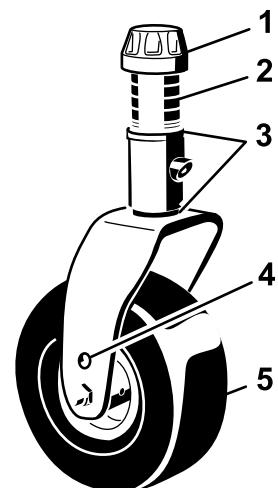
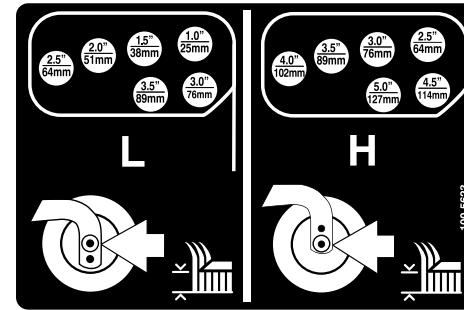
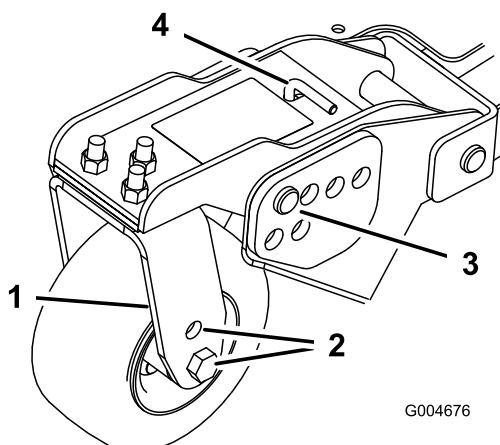

Figura 23
Figura 26
Figura 25
1. Posizionate gli assali delle ruote orientabili negli stessi fori di tutte le forcelle (Figura 23 e Figura 25).
2. Togliete il cappuccio di tensione dall'asse del perno ed estraete il perno dal braccio della ruota orientabile (Figura 23).
5. Togliete la coppia ed i perni con testa dai bracci di rotazione delle ruote orientabili (Figura 25).
6. Girate il tenditore per alzare o abbassare il braccio di rotazione finché i fori non sono allineati con i fori della staffa dell'altezza di taglio selezionati, nel telaio del piatto di taglio (Figura 25 e Figura 26).